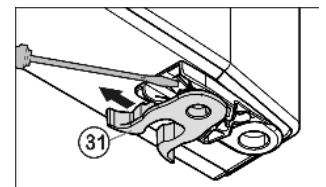

Fig. 7
- ▶ Veerklem *Fig. 7 (31)* verplaatsen: Sluitnok omlaag drukken, veerklem eroverheen eraf trekken.